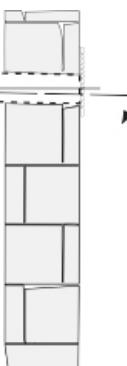

рис. 1A
1.6 При выводе воздуховода на улицу (через отверстие в стене) должен быть уклон воздуховода, как на рис. 1A.